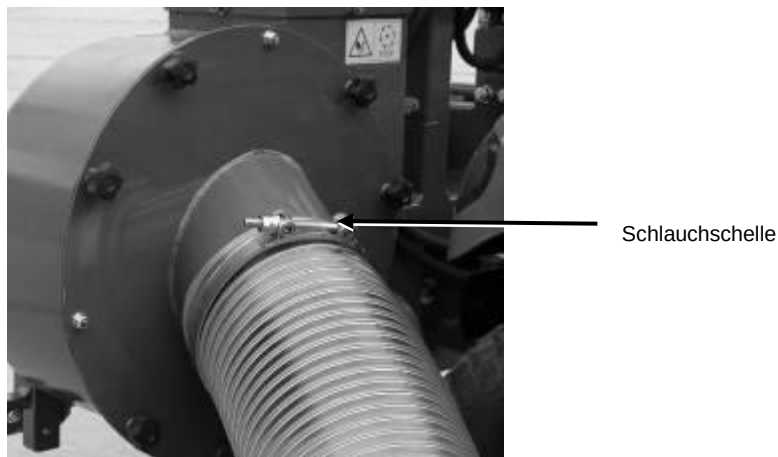

Bild 19: Saugschlauch an Turbinendeckel
10. Schieben Sie den Saugschlauch auf die Öffnung am Turbinendeckel und sichern Sie die Verbindung mit der Schlauchschelle (siehe Bild 19).